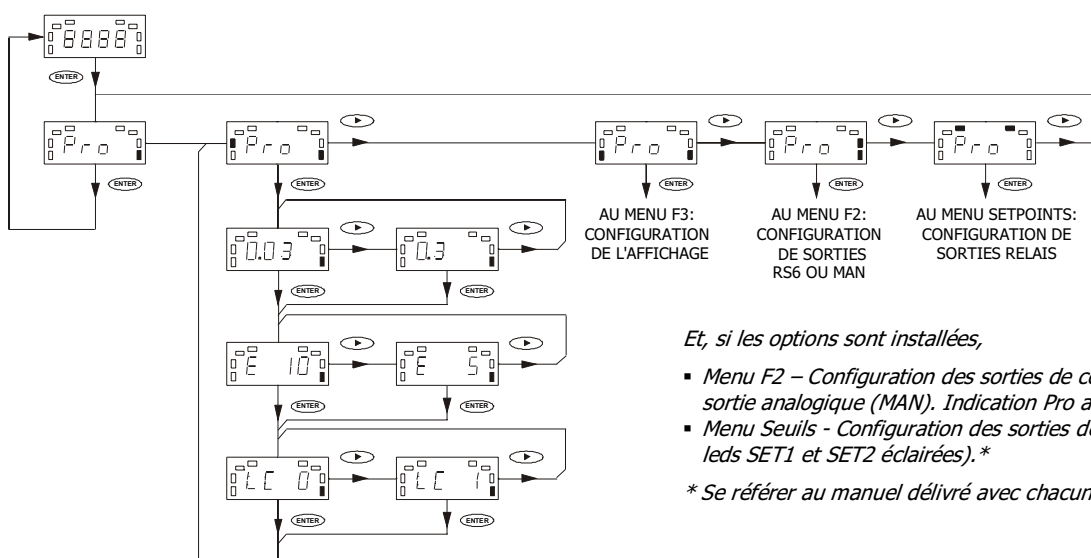

Fig. 12.1: Diagramme de la programmation:
2. / La fig. 12.1 montre le diagramme de la programmation avec le détail du menu F1 de configuration de l'entrée. Les paramètres à configurer sont: Plage d'entrée (30 mV ou 300 mV), tension d'excitation (10 V ou 5 V) que doit délivrer l'appareil à la cellule et le blocage des fonctions de tare et remise à zéro de tare.